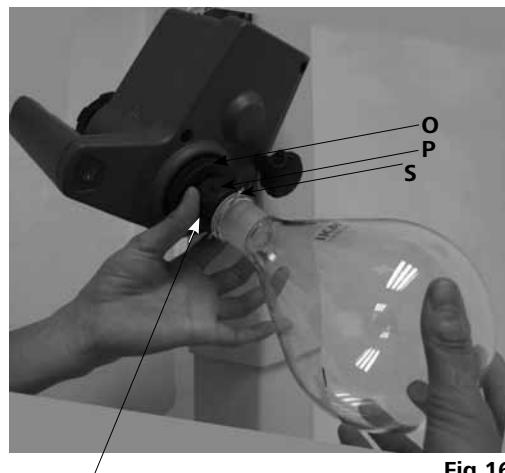

Fig. 16
- Tournez l'écrou en plastique (**P**) avec le collier (**S**) dans le sens inverse des aiguilles d'une montre jusqu'à ce que le collier repose sur la bride. (Fig. 16)